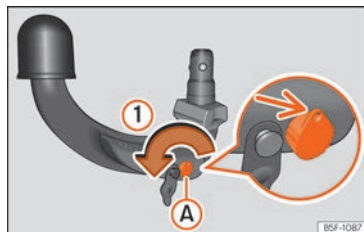

Fig. 264 Passaggio 1
- Girare la chiave nel senso della freccia ① finché la parte bucata raggiunge la sua posizione superiore »» fig. 264 [freccia].